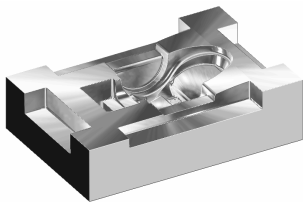

图 4-155 第一次清角仿真切削结果
3) 在 PowerMILL “仿真控制”工具栏中单击“运行”按钮, 系统即进行第一次清角仿真切削, 其结果如图 4-155 所示。